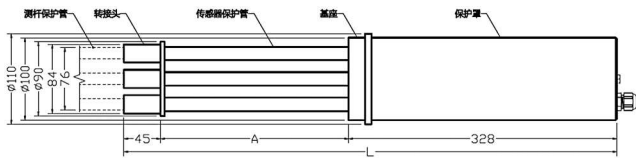
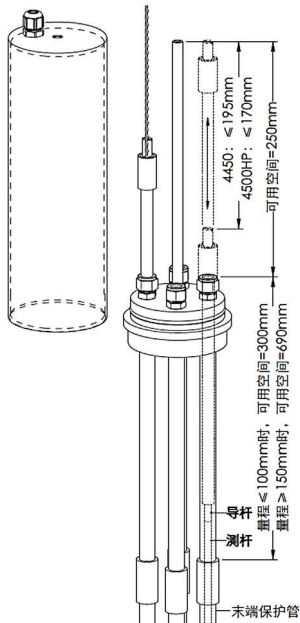

图 1-5 基座总成的外形尺寸（单位 mm）
图 2-8 传感器的安装空间及尺寸范围
基座总成也称测头，用于固定位移传感器并提供保护，单个基座最多可安装 6 支位移传感器。基座总成的外形尺寸如图 1.5 所示。
确定关键尺寸可以参照图 2-8 并结合图 1-5 所示。方法是：①确定功能属性及预期的拉、压范围；②根据传感器量程及配套的基座总成确定传感器与测杆的连接位置。